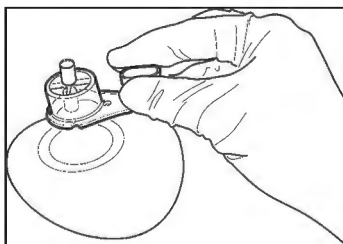

Figura 3
3. Sosteniendo el ELD como se muestra en la Figura 3, coloque la base del soporte del ELD sobre el tejido de la paciente, encima del expansor tisular implantado.